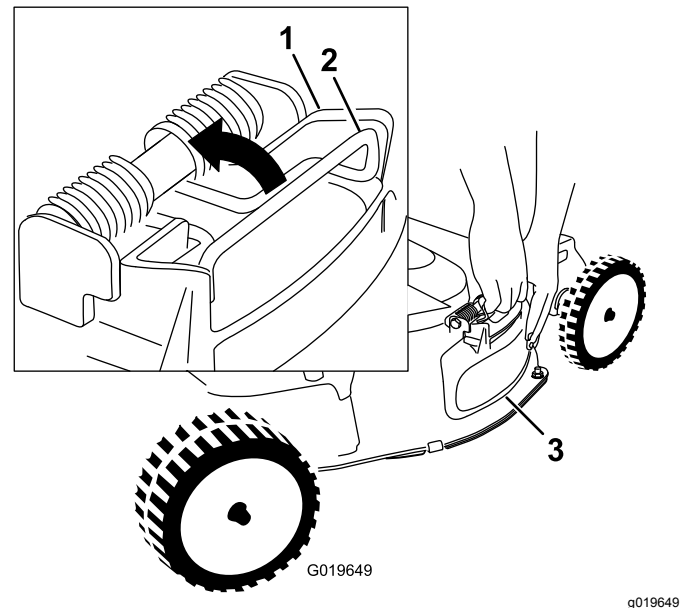

Bild 24
4. Ziehen Sie zum Entfernen des Seitenauswurfablenkblechs die Feder nach oben, mit der die Klappe befestigt ist, und nehmen Sie das Ablenkblech ab (Bild 24).